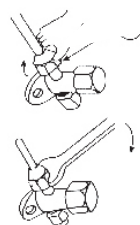

图23
- (2) 将截止阀树脂封帽拆开。
- (3) 在截止阀与管的喇叭口处涂少许润滑油，然后按图23所示拧紧纳嘴。
- (4) 按图23所示用扳手牢固地将纳嘴扳紧，扭矩力按表(5)规定执行。